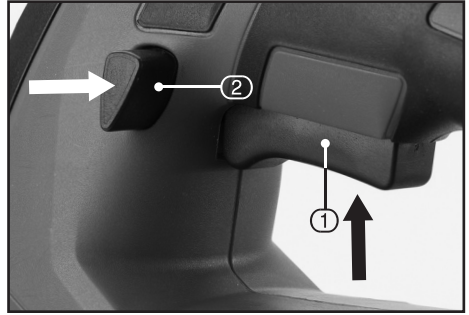

FIG.3
9.1 TRIGGER SWITCH AND LOCKING BUTTON OPERATION – FIG.3